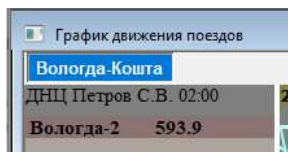

Рис.150. Фамилия ДНЦ в поле имен станций
7. Нажать кнопку «Принять дежурство». Окно закроется автоматически. В верхнем левом углу на поле имен станций появится фамилия ДНЦ. (см. рис. .150).